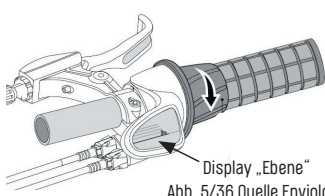

Abb. 5/36 Quelle Enviolo
- Drehung gegen den Uhrzeigersinn: Display zeigt eine „Ebene“ („Abb. 5/ Quelle Enviolo“ auf Seite 36). Diese Einstellung sollte bei höheren Geschwindigkeiten eingestellt werden.